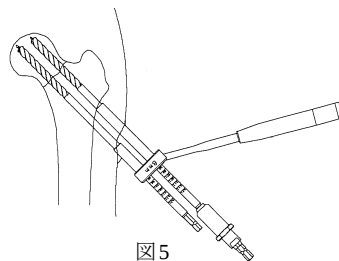

図 5
- ガイドピンスリーブを取り外し、6.7 中空ドリルにてガイドピンが滑頭を貫通しないよう、イメージ下で確認しながら骨頭軟骨下までドリリングし、パラレルガイド近位側先端が確実に骨面に接触した状態で、目盛りを読み取ります。(図 5)